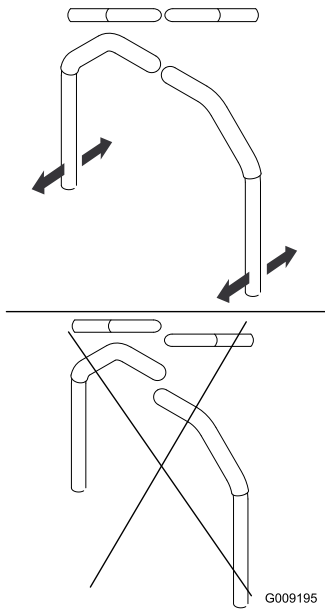

Figura 77
4. Alinee las palancas en el sentido adelante/atrás acercándolas a la posición de PUNTO MUERTO, y moviéndolas hasta que estén alineadas; luego apriete los pernos (Figura 77).